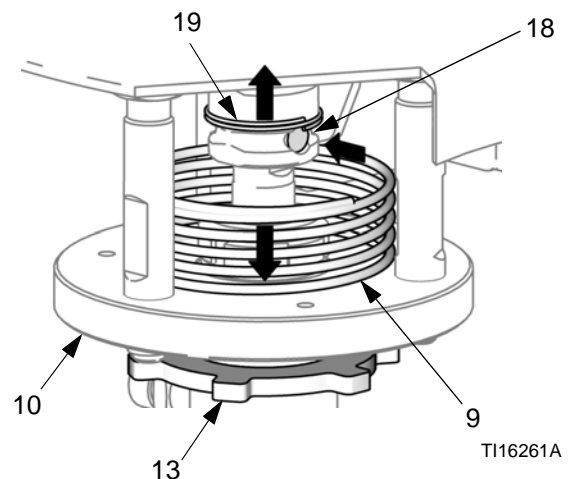

FIG. 6. Ressort de sécurité et axe de liaison
4. Voir FIG. 6. Poussez le ressort de sécurité (9) vers le bas et maintenez-le pour pouvoir accéder à l'axe d'accouplement (18). Poussez le ressort de retenue (19) vers le haut et retirez l'axe, à l'aide d'un tournevis ou d'un poinçon.
5. Desserrez le contre-écrou (13).